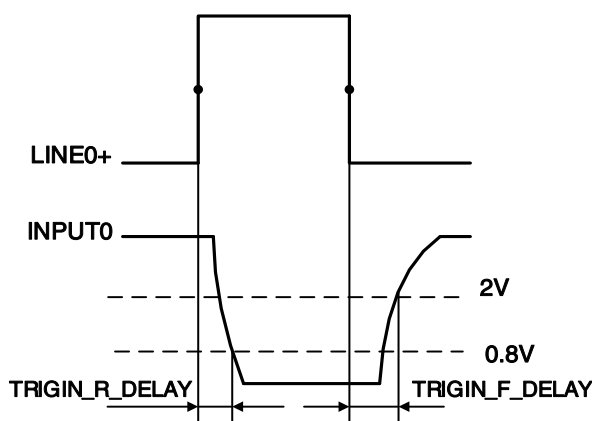

图 7-10 光耦隔离输入电路参数
- 上升沿延时时间: <math><50\mu\text{s}</math> ($0^{\circ}\text{C}\sim 45^{\circ}\text{C}</math>), 参数说明见图 7-10$
- 下降沿延时时间: <math><50\mu\text{s}</math> ($0^{\circ}\text{C}\sim 45^{\circ}\text{C}</math>), 参数说明见图 7-10$